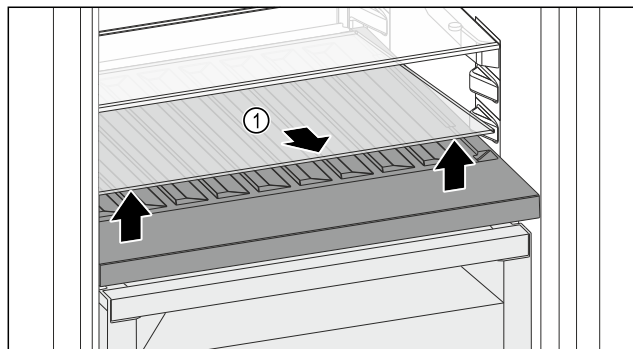

Fig. 129
- Glasplatte Fig. 129 (1) an der Aussparung vorne anheben und herausnehmen.
- Glasplatte Fig. 129 (1) außerhalb des Geräts sicher aufbewahren.
- Glasplatte (2) unter der variablen Flaschenablage einlegen.